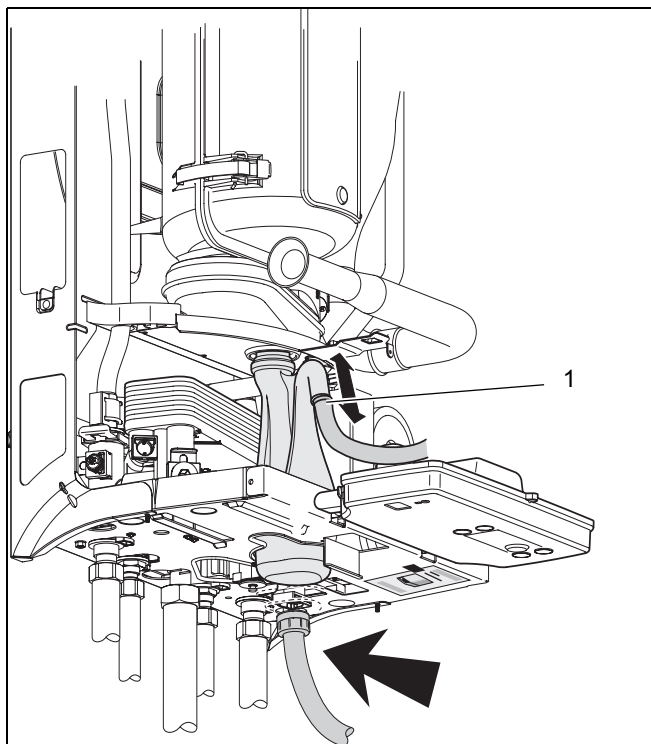
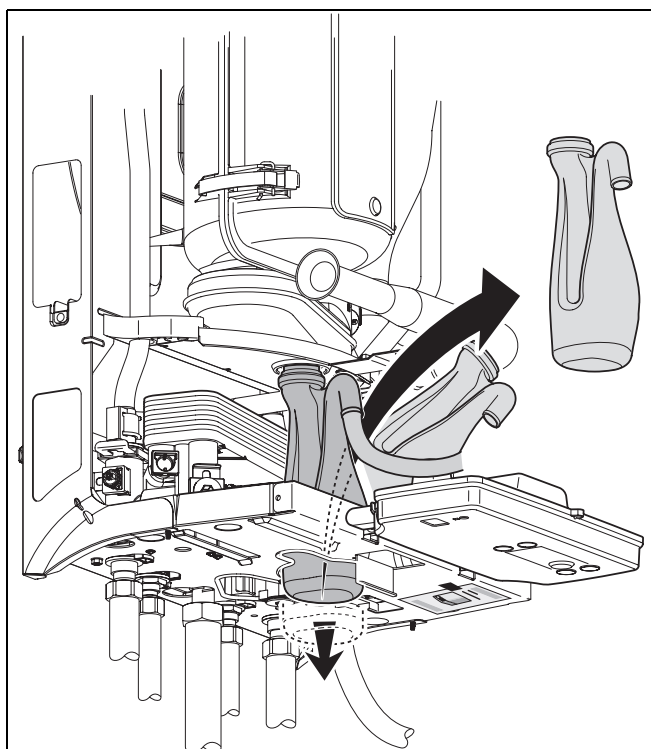

Fig. 47 Îndepărtarea conductei de evacuare a condensului
Fig. 48 Se îndepărtează sifonul
- Se îndepărtează sifonul (Fig. 47 și Fig. 48).
- Se îndepărtează recipientul de condens și sifonul (vezi Fig. 47 și Fig. 48).